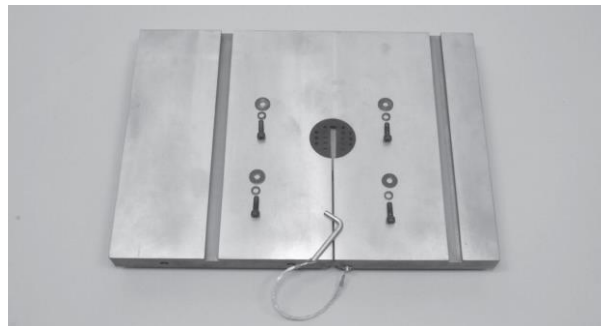

Рис. 1
1. Установите стол (рис. 1) на место на цапфе с помощью другого человека. Стол тяжелый! Делайте это с задней стороны станка, чтобы было легче вставить предварительно установленное лезвие в прорезь в столе.